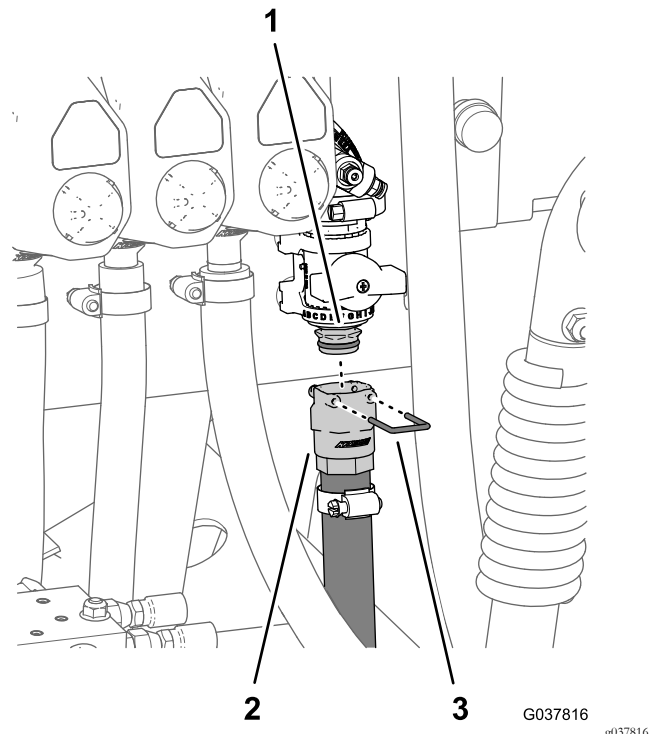

図 94
2. ホースのクイックコネクティングソケットを、フランジ停止バルブのクイックコネクティングに取り付ける図94。
3. ホースのクイックコネクティングとフランジ停止バルブを、ホースのクイックコネクティングについているリテーナで固定する図94。